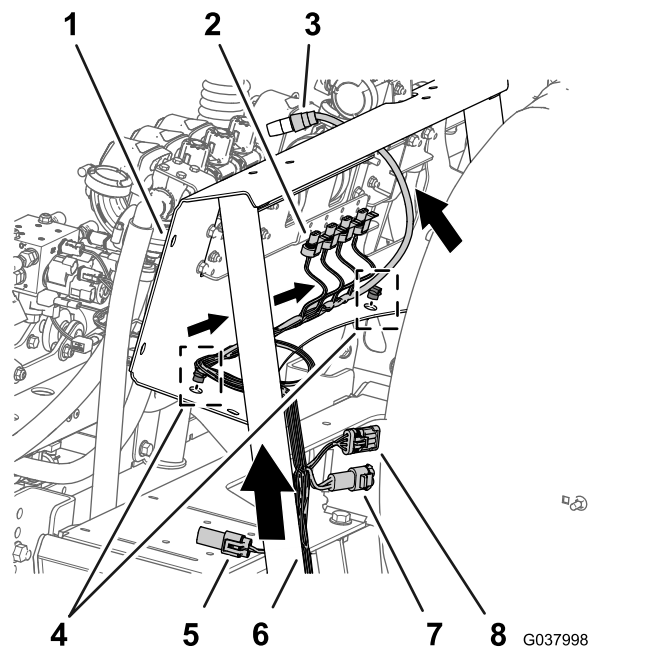

Figure 112
- Insérez les fixations à pression de la branche de 76 cm dans les trous sur la bride inférieure du support de collecteur (Figure 112).
- Acheminez la branche de 76 cm du faisceau à l'intérieur du renfort du support de vannes et vers l'arrière dans la direction des vannes de section de rampe et de la vanne d'agitation, comme montré à la Figure 112.